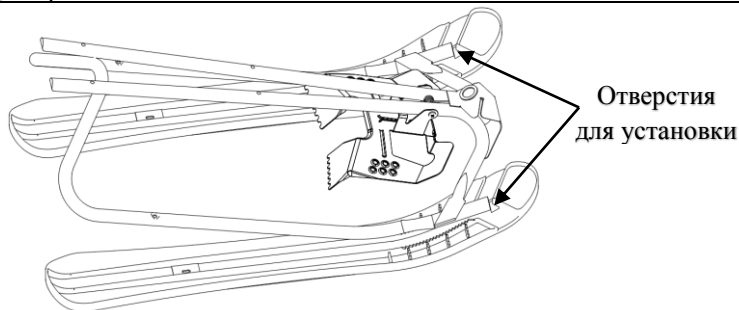

Рис. 1
5.1.1. В указанные отверстия СНК.11.001. Лыж вставить СНК.02.020. Раму, см.рис.1.
Примечание! Необходимо совместить отверстия на полозе рамы и лыжи, см.рис.1а
Рис.1а